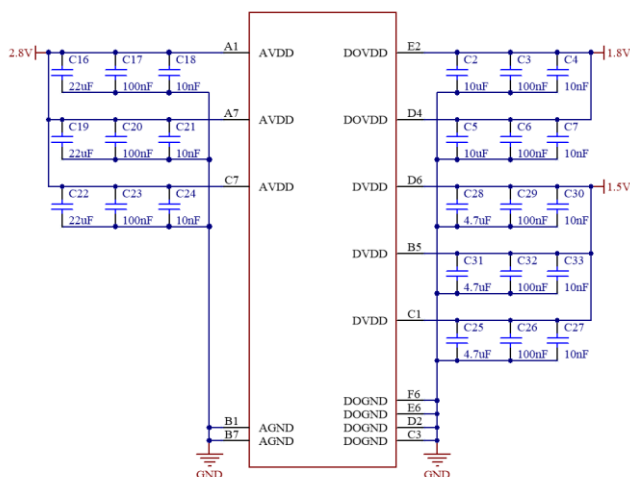

图 3-2 电源供电和滤波连接方式
SC2235 电源连接情况如下图 3-2。
- 1) SC2235 芯片分三路电源供电：DOVDD 外接 1.8V，AVDD 外接 2.8V，DVDD 外接 1.5V，其中 AVDD 必须单独外接 2.8V 电源。并且在每路电源供给芯片靠近引脚处需要分别放三个电容，分别滤除低频和高频的电源纹波。电容大小可参考图 3-2 提供的电容大小数据。